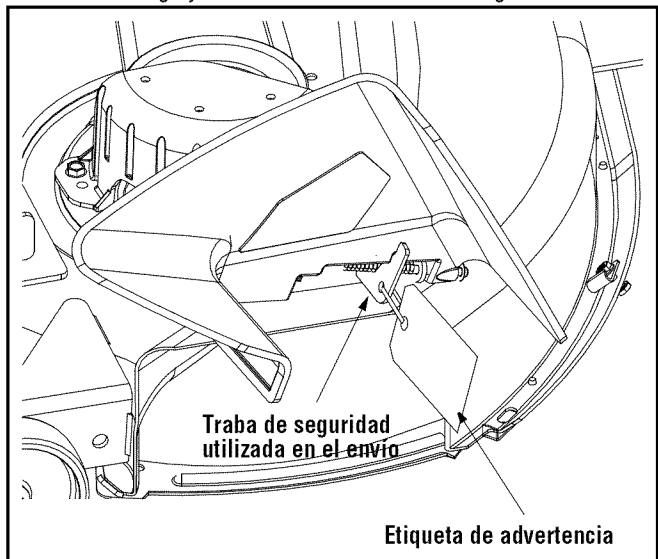

Figura 2
- Localice la traba de seguridad utilizada en el envío (si está presente) y la etiqueta de advertencia que la acompaña, ubicadas en el lado derecho de la podadora, entre el canal de descarga y la cubierta de corte. Vea la Figura 2.